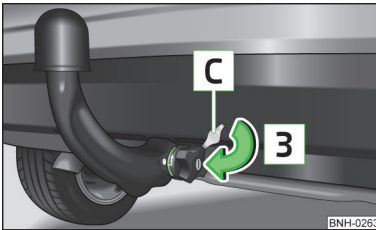

Abb. 108
- Die Kappe  auf das Handradschloss in Pfeilrichtung  » Abb. 108 stecken.